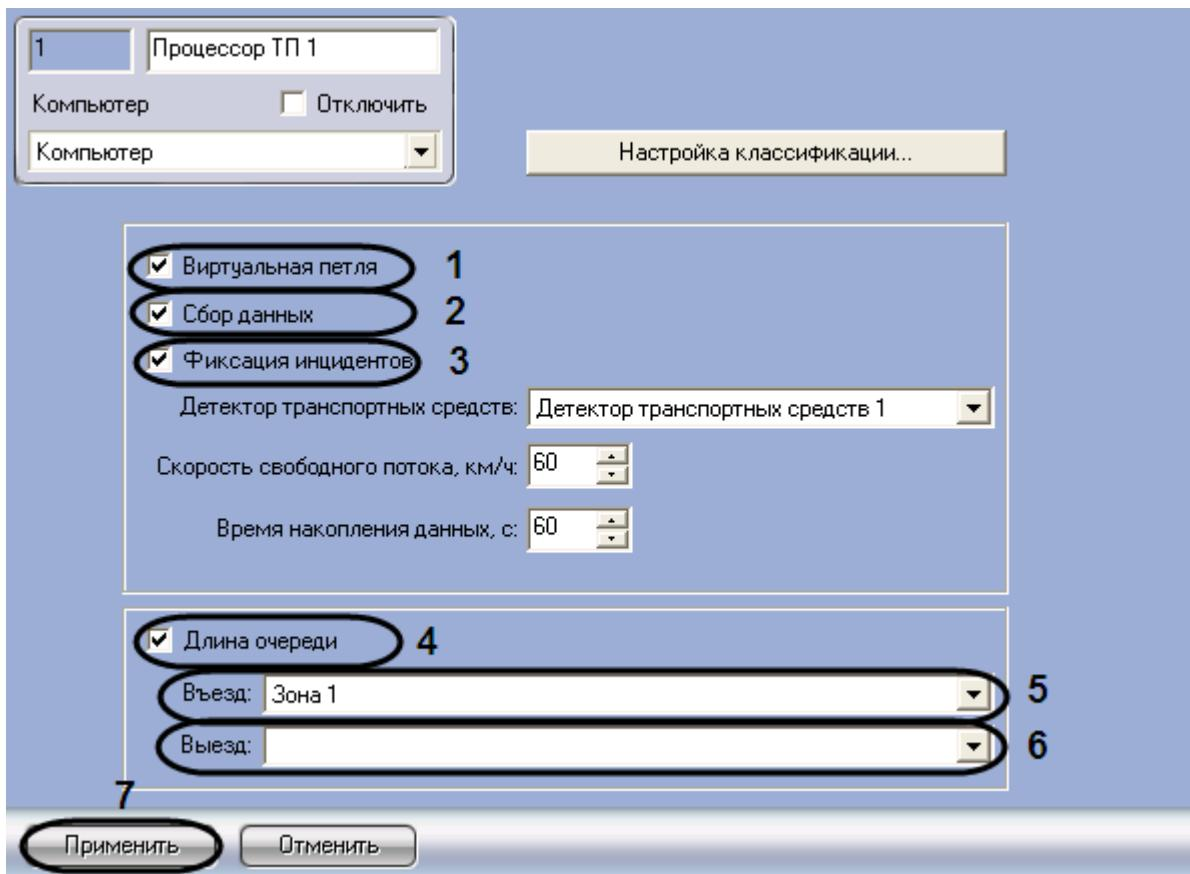

Рис. 7.6—10. Выбор режима работы модуля «Процессор транспортного потока»
1. Перейти на панель настройки объекта «Процессор ТП» (см. Рис. 7.6—10)
2. Для включения режима работы имитации виртуальной петли установить флагок «Виртуальная петля» (см. Рис. 7.6—10, 1). Результатом работы в данном режиме является ретрансляция событий о въезде/выезде транспортного средства из зоны детектирования, регистрируемых модулем «Детектор транспортного потока». По умолчанию события ретранслируются без сохранения в базе данных процессора транспортного потока. Чтобы включить сохранение событий в базе данных, необходимо выполнить шаг 3.
3. Для включения режима сбора и записи данных о транспортных потоках в базу данных процессора транспортного потока установить флагок «Сбор данных» (см. Рис. 7.6—10, 2)
4. Для включения режима фиксации и записи инцидентов в транспортном потоке в базу данных процессора транспортного потока установить флагок «Фиксация инцидентов» (см. Рис. 7.6—10, 3)